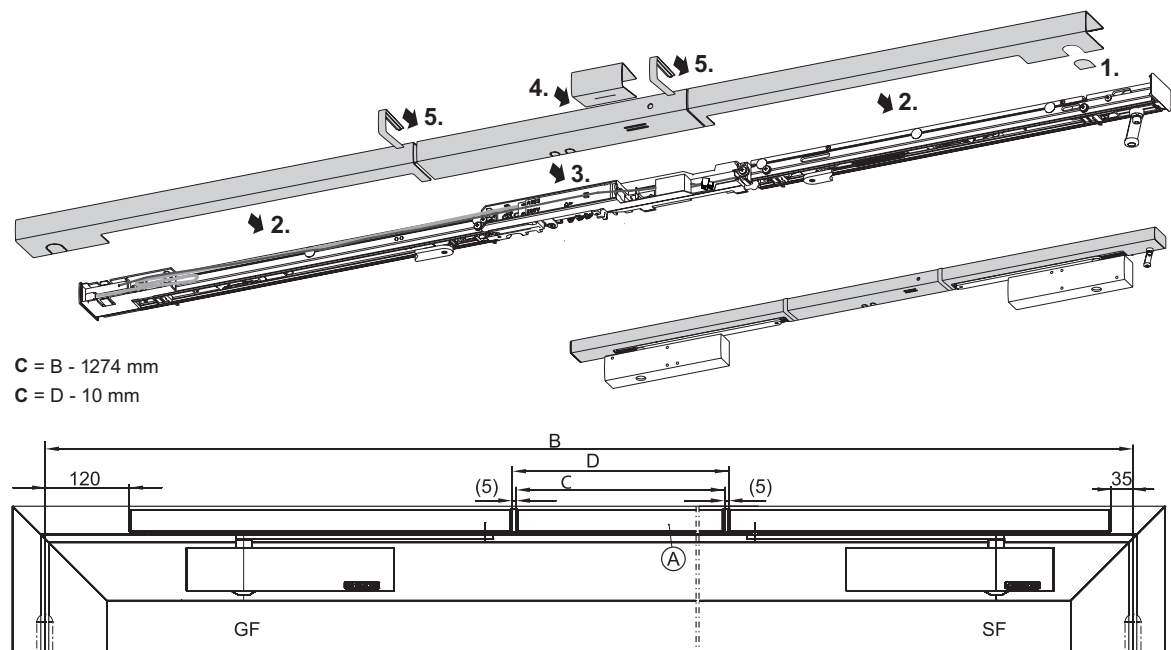

Abb. 6.12.1
- ▶ Die ablängbare mittlere Blende „A“ auf das Maß „C“ kürzen (**Abb. 6.12.1**).